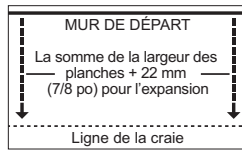

Figure 7
- Dans au moins deux endroits au moins 46 cm (18 po) du coin, la mesure la distance hors égale du mur commençant (Figure 7) et claque une ligne de craie. La mesure doit être la somme de la largeur du revêtement de sol plus un supplémentaire 22 mm (7/8 po) tenir le compte de 19 mm (3/4 po) d'expansion et la largeur de la langue.